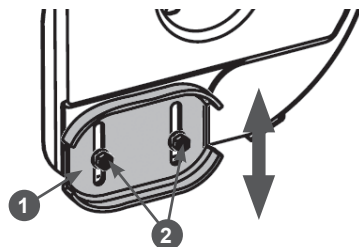

Рис. 25. Регулировка высоты забора снега
2. Открутите гайки 2 крепления ползочка 1 на 1-2 оборота и установите ползочек на необходимую высоту (Рис. 25). Снова затяните гайки.